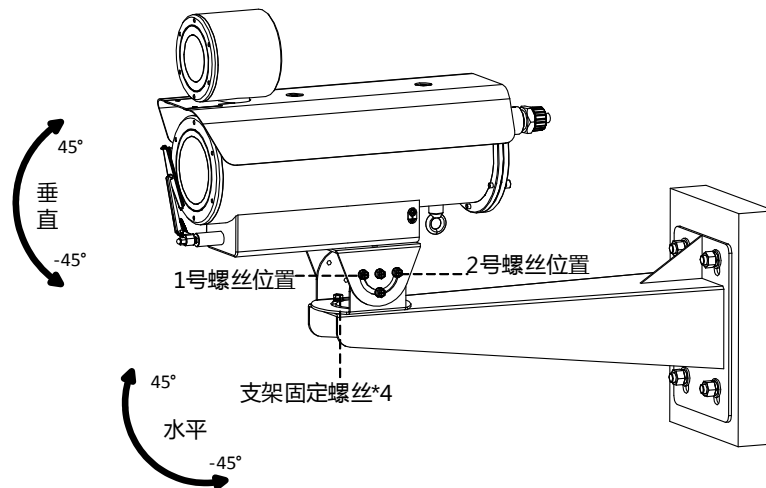

图2-6 角度调节
- 垂直方向 $0^{\circ}\sim 45^{\circ}$ 调节：拧松（不拧出）垂直方向上和图2-6所示2号螺丝位置的3颗螺丝，拧出图2-6所示1号螺丝位置的螺丝，调节至合适的角度后，拧紧垂直方向上和图2-6所示2号螺丝位置的3颗螺丝。
- 垂直方向 $0^{\circ}\sim 45^{\circ}$ 调节：拧松（不拧出）垂直方向上和图2-6所示1号螺丝位置的3颗螺丝，拧出图2-6所示2号螺丝位置的螺丝，调节至合适的角度后，拧紧垂直方向上和图2-6所示1号螺丝位置的3颗螺丝。